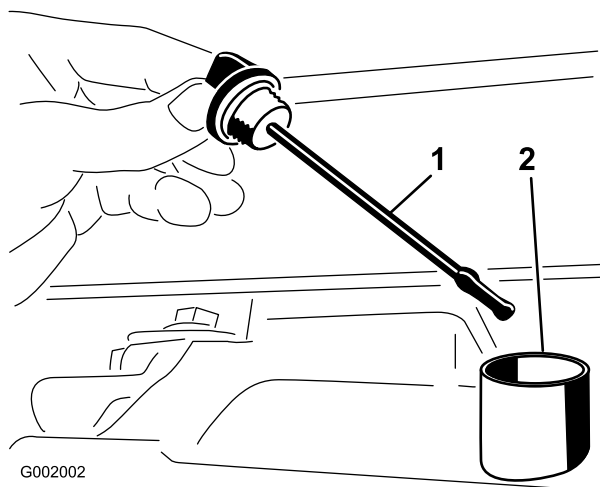

Figura 67
2. Togliete l'asta di livello dal transaxle ed asciugatela con un panno pulito (Figura 67).